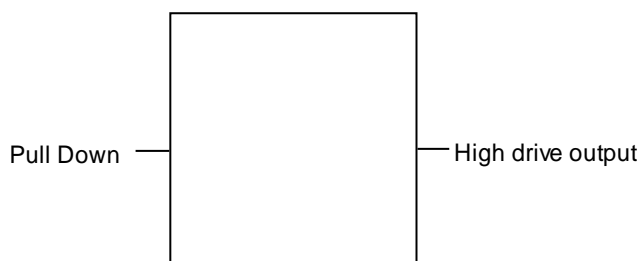

図 8-6 プルアップ、プルダウン配置例 2
- b) 出力信号ピン（特に大電流出力ピン）から離して配置して下さい。（図 8-6）